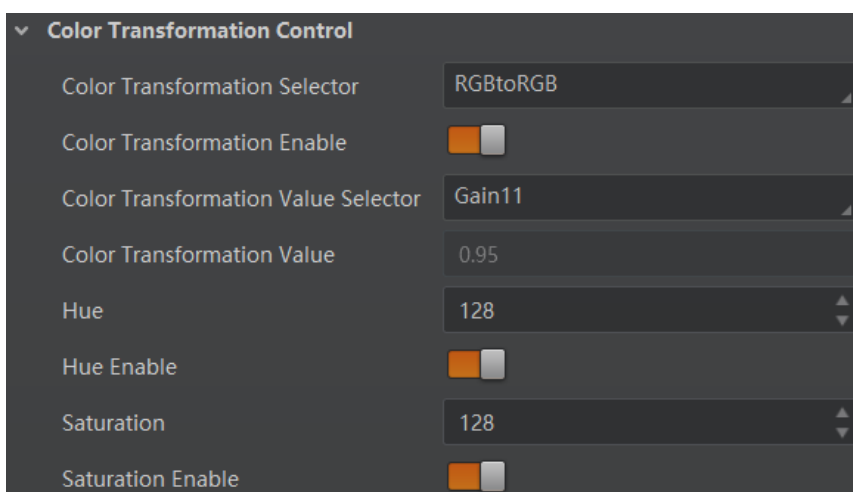

图7-41 设置方法二
- 开启 Color Transformation Enable 参数时，通过色调和饱和度参数控制 Transformation Value 参数值，如图 7-41 所示。